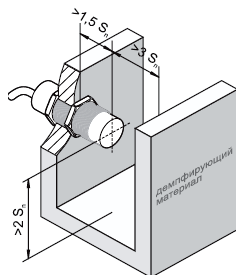
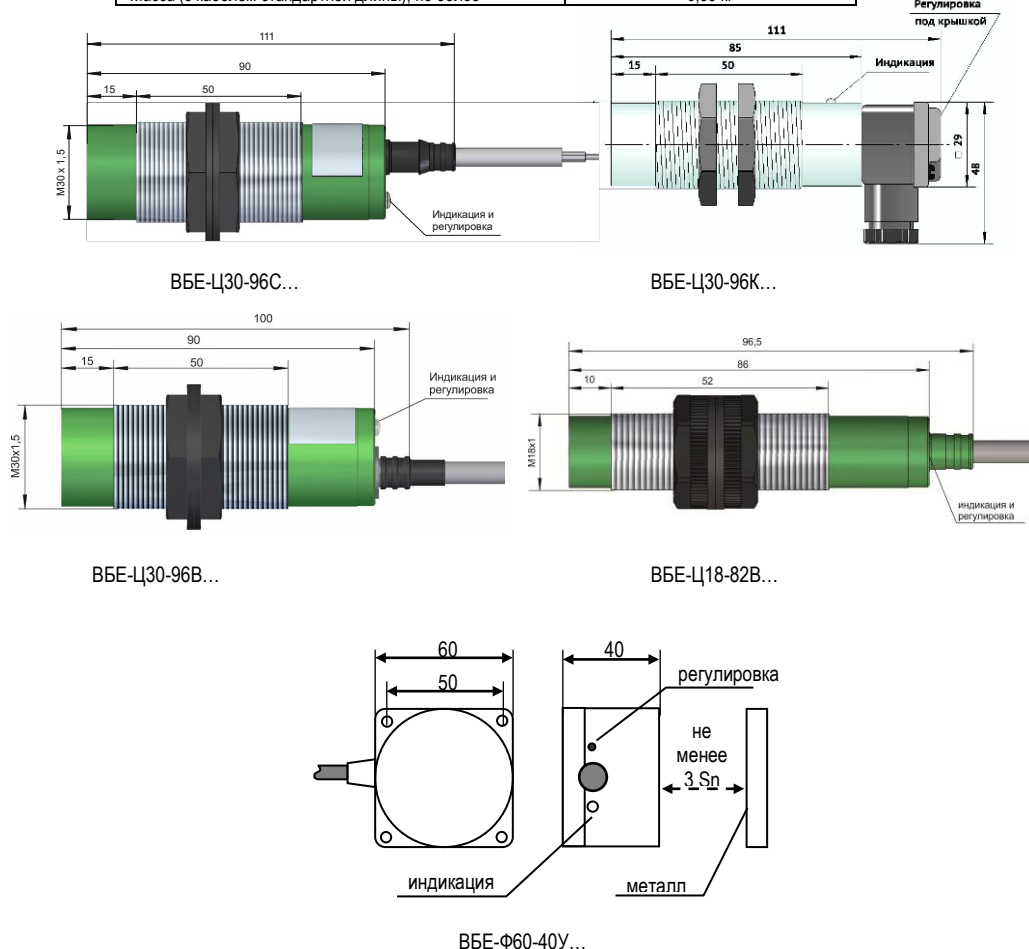

Рисунок 3 - Минимальные расстояния до демпфирующих материалов
Рисунок 1 - Габаритные размеры выключателей
Ц30-96С на крышку корпуса выведен кабель подключения, средства индикации и органы регулировки. У выключателя ВБЕ-Ц30-96К под крышкой клеммной коробки расположены клеммник и регулировка. Габаритные размеры выключателей приведены на Рис. 1.
5.1 Выключатели рассчитаны на неутепляемую установку. Для ВБЕ-Ф60 перед активной поверхностью требуется зона, свободная от металла на расстоянии 3Sn (см. рис. 1). При монтаже ВБЕ-Ц30, ВБЕ-Ц18 следует учитывать минимально допустимые расстояния до окружающих элементов конструкций из металла, указанные на рис. 3.